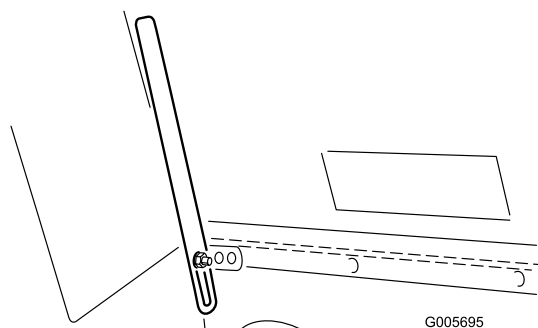

Figura 25
3. Deslize o fundo do suporte do capot (Figura 25) para fora do suporte de fixação. Baixe o suporte do capot, incline-o para cima e, em seguida, para baixo, de modo a apoiar o capot.